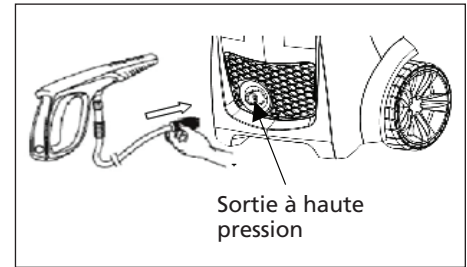

Figure 16 - Attachez le tuyau haute pression à la sortie haute pression
5. Attachez le tuyau haute pression au pistolet (voir la figure 16).
10. Attachez le tuyau haute pression au pistolet (voir la figure 16).